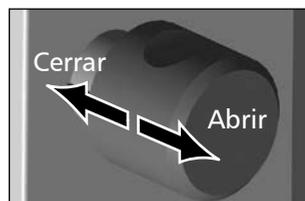

Fig. 11 Apertura y cierre de la puerta
- ▶ Para abrir las puertas, tire de los pomos (Fig. 11).